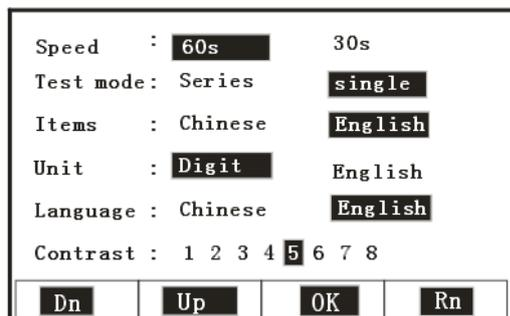

Рисунок 7
a. **Settings:** См. Рисунок 7